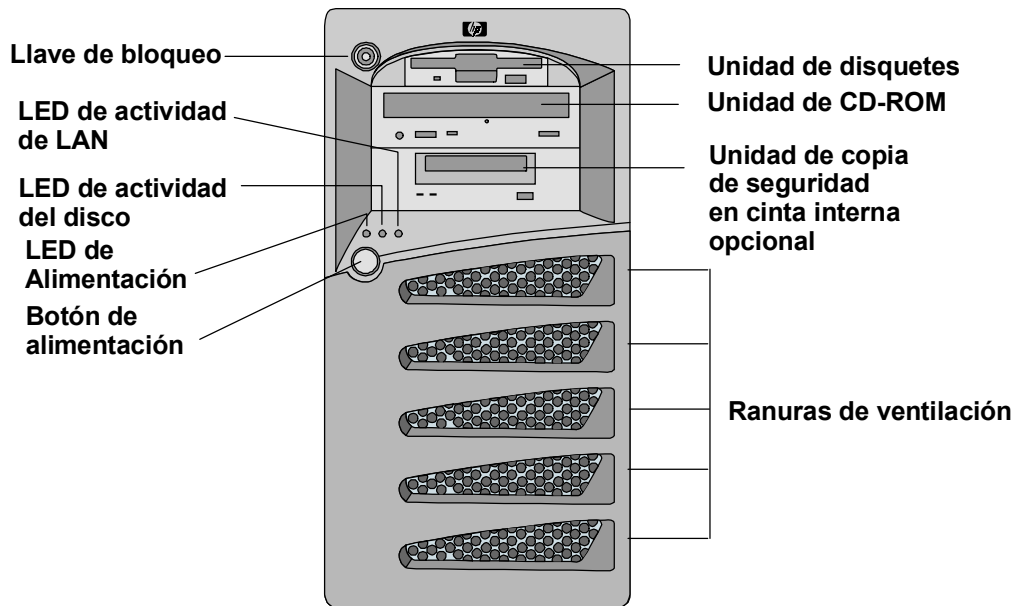

Figura 1-1. HP Server tc3100 con discos duros de intercambio en frío
2. Presione el botón de alimentación del panel de control frontal. Consulte la Figura 1-1.